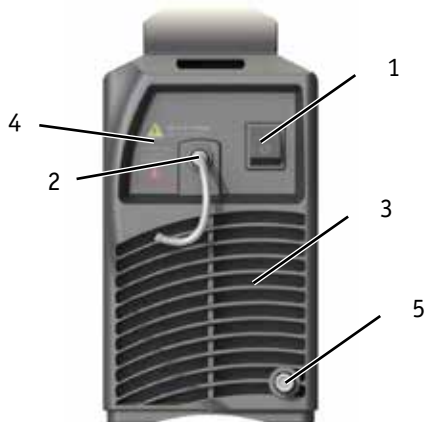

Рис. 6.2. Вид задней панели.
2. Подсоедините газовый шланг к газовому разъему аппарата (п. 5, рис. 6.2) и к газовому редуктору, присоединенному к баллону. При подключении баллон и редуктор должны быть закрыты. Система газоснабжения, состоящая из газового баллона, редуктора и газового шланга, должна иметь плотные соединения (используйте винтовые хомуты), чтобы обеспечить надежную подачу газа и защиту сварочного шва.